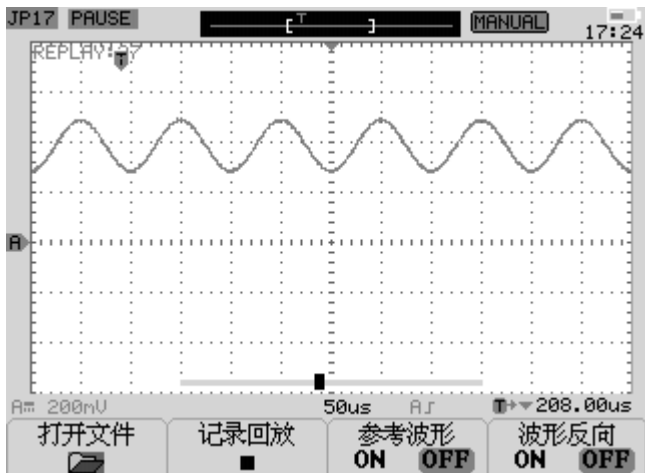

图 2-57 记录回放
- 3、选择记录文件，按 F1 盘打开该记录文件，记录文件显示如图 2-57 所示：
6、停止回放：按 REPLAY 调出波形回调选项菜单如图 2-57，按 F2 停止回放。